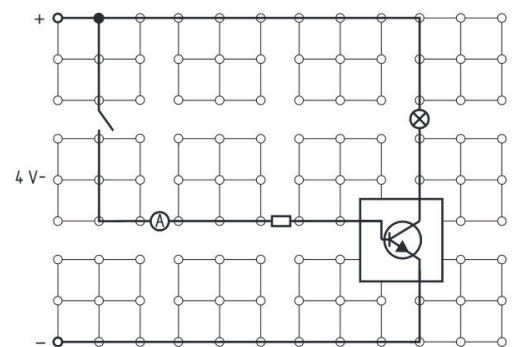

Abb. 2
- Schalte das Netzgerät aus und baue den Versuchsaufbau gemäß Abb. 2 um.